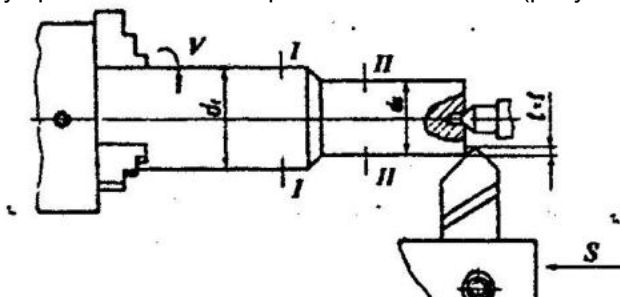

Рисунок 3.2- Консольное закрепление ступенчатого валика
6. Повторить работу при консольном закреплении заготовки (рисунок 3.2).